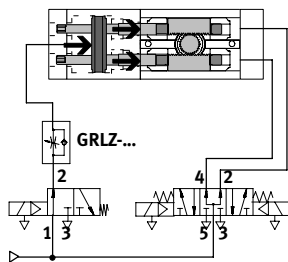
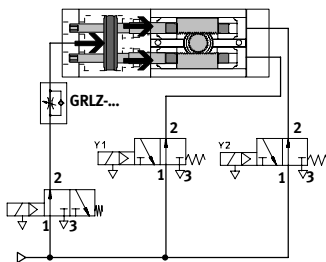

Fig. 43
Fig. 44
- Utilisez les distributeurs suivants (p. ex. commande selon Fig. 43 ou Fig. 44 – représentation des distributeurs à position intermédiaire activés) :